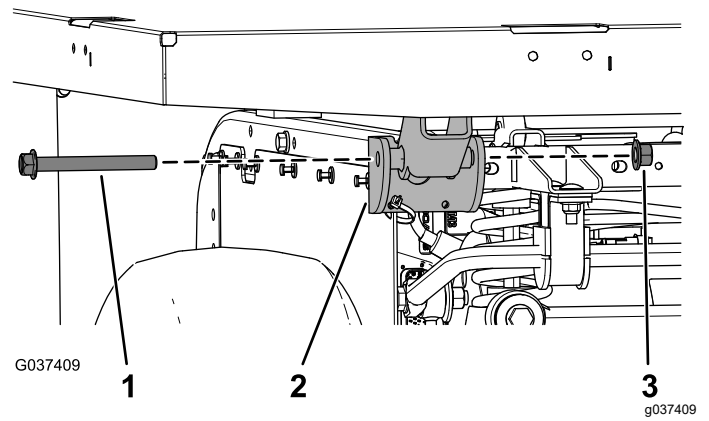

Figure 8
6. Insérez les 2 vis à embase (1/2" x 4 1/2") dans le support de pivot et fixez-les avec les 2 contre-écrous (1/2"), comme montré à la Figure 8.